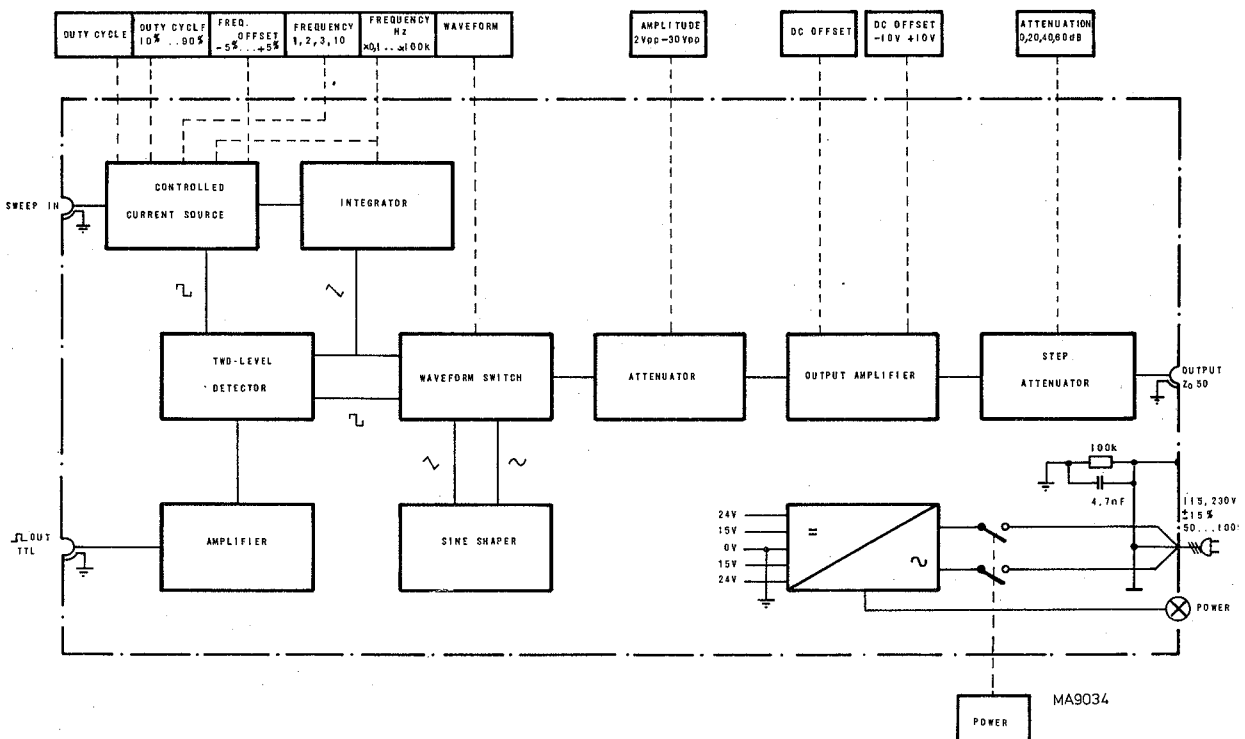

Fig. 1. Schéma synoptique du générateur
1.4. DESCRIPTION DU SCHEMA SYNOPTIQUE (Fig. 1)